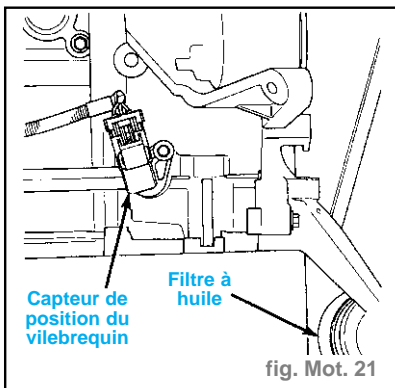

fig. Mot. 21
- Vérifier l'état du connecteur électrique du capteur de position du vilebrequin. (fig. Mot. 21)